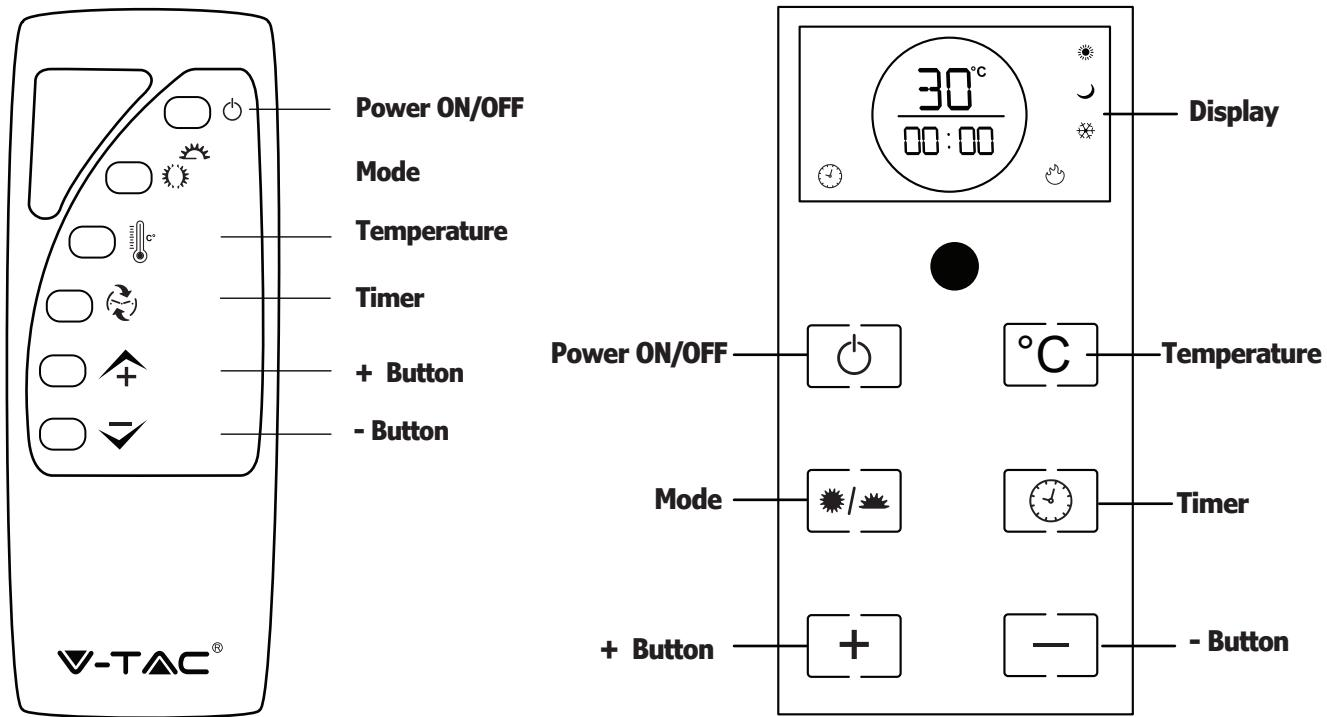

FIGURE 2
5. Appuyez sur le bouton «Mode» du panneau de commande/télécommande (figure 2 et tableau 1), l'appareil démarre en mode de chauffage à basse température. Vous pouvez passer du mode «Gel-Basse température» au mode «Température élevée» en utilisant le bouton «Mode» du panneau de commande/télécommande (figure 2 et tableau 1)
Modes: Appuyez sur le bouton Mode de l'écran tactile/télécommande (figure 2 et tableau 1) pour passer d'un mode à l'autre